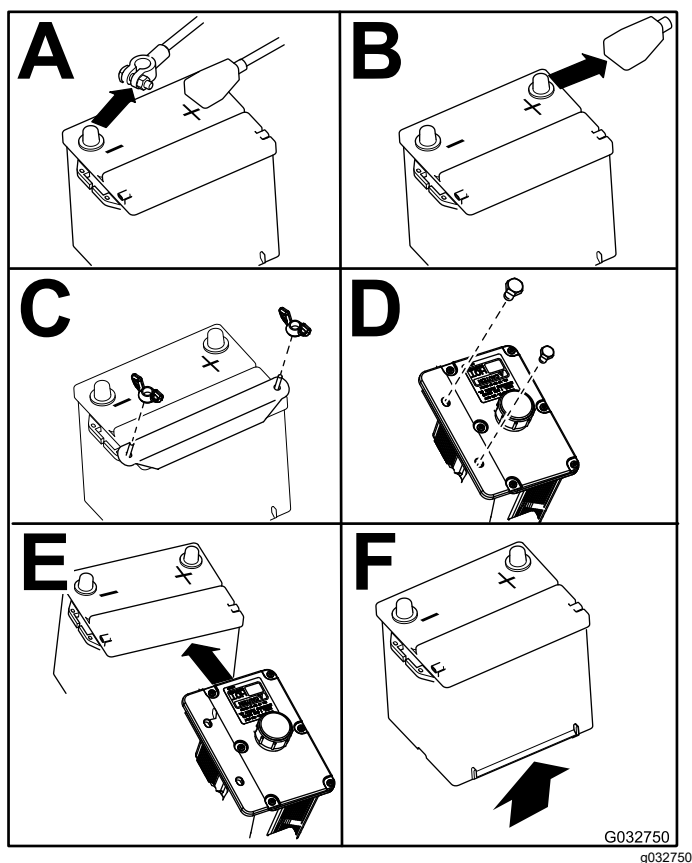

Рисунок 42
4. Снимите аккумулятор, как показано на Рисунок 42.